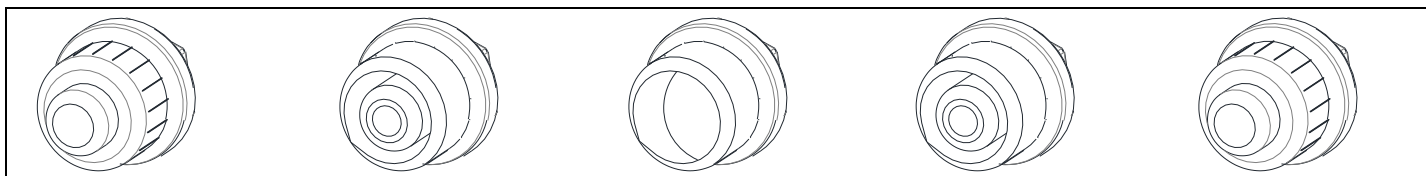

Fig 14 – Sostituzione della batteria
- Per spegnere l'apparecchio, premete e ruotate contemporaneamente la manopola in senso orario (fig. 14). L'alimentazione del gas sarà interrotta e la fiamma del bruciatore sarà spenta.